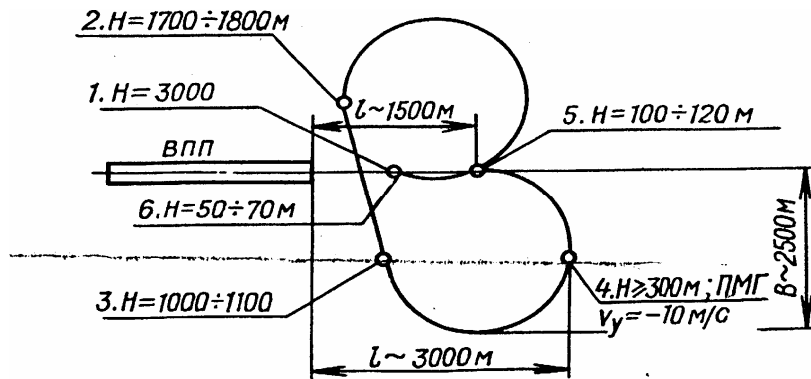

Рис. 4.4. Схема захода на посадку двумя разворотами на 270
4. Заход на посадку двумя разворотами на 270° (рис. 4.4):